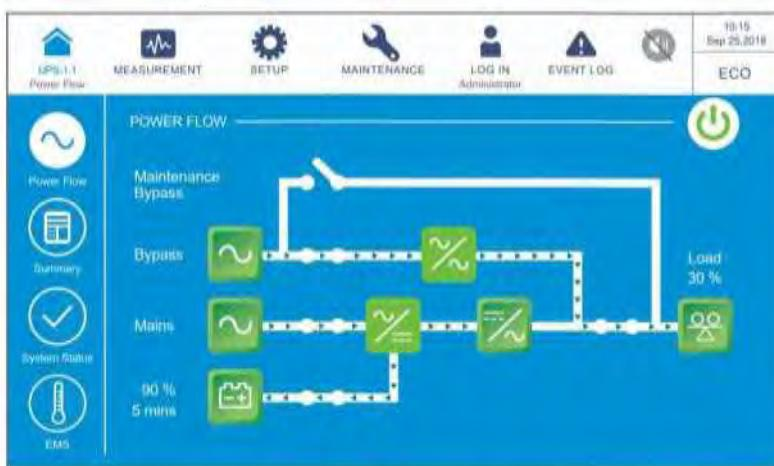

Рисунок 6-26: Экран ECO-режима
- 11) После выбора ‘**YES**’ для запуска инвертора ИБП, каждый силовой модуль запустится и выполнит самопроверку. В это же время система начинает синхронизацию с байпасным источником переменного тока. После завершения самопроверки ИБП автоматически перейдет в режим работы от батареи. После того, как система подтвердит, что байпасное напряжение в норме, ИБП автоматически переключится в ECO-режим, чтобы обеспечить подачу питания с байпасного источника переменного тока (см. **Рисунок 6-26**). В этот момент трехцветный светодиодный индикатор загорается зеленым цветом, и появляется следующий экран. Расположение трехцветного светодиодного индикатора см. на **Рисунке 2-11**.